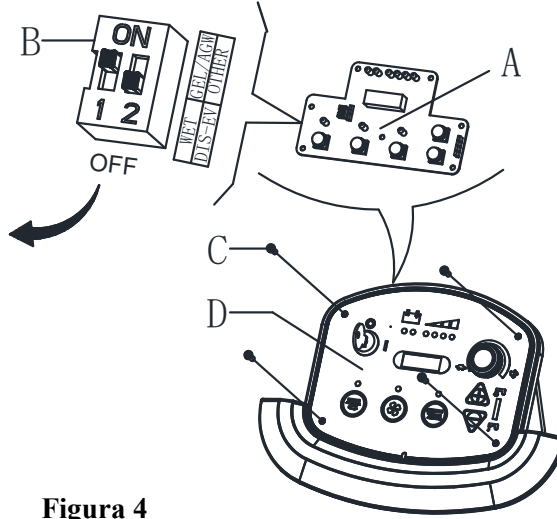

Figura 4
Quando instalar baterias novas, consulte a figura 4 para ajustar os interruptores DIP. Caso contrário as baterias podem ser danificadas.
1. Ligue a chave de ignição (35) para "I" e, nos primeiros segundos da operação, preste atenção ao seguinte:
- Se a primeira luz de aviso verde (38) estiver a piscar, a máquina está definida para GEL / AGM.
- Se a luz de aviso amarela (37) estiver a piscar, a máquina está definida para EV AGM Discover.
- Se a luz de aviso vermelha (36) estiver a piscar, a máquina está definida para WET.
3. Retire os parafusos do painel de controlo (C, Figura 4), gire o PCB (A Figura 4) para encontrar o interruptor DIP (B, Figura 4) para a definição do tipo de bateria (WET ou EV AGM Discover ou GEL/AGM)(Consulte 1 ou 2 ou 3).